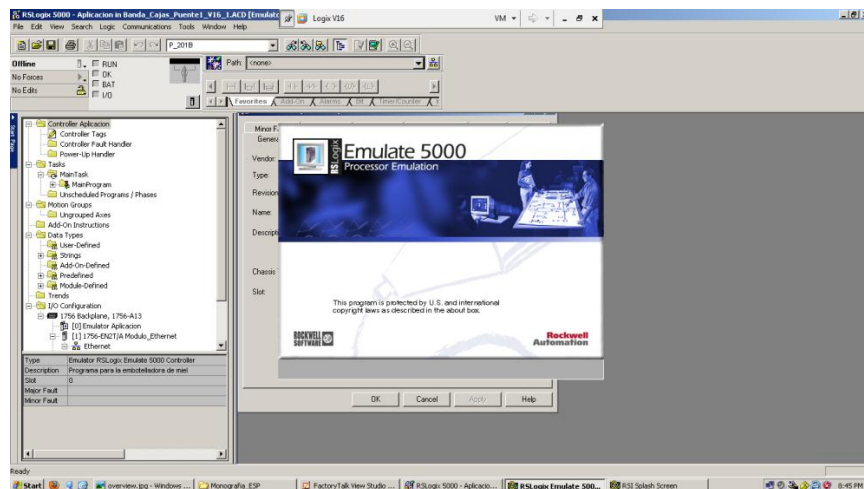

Figura 91. Inicio del RsLogix Emulate 5000. [4]
b) Abrir el RsLogix Emulate. (Ver Figura 91)